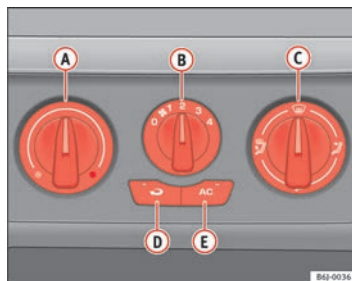

Abb. 89 In der Instrumententafel: Bedienelemente Klimaanlage
- Mit den Reglern $\Rightarrow$ Abb. 89 **A** und **C** und mit dem Schalter **B** stellen Sie die Temperatur, die Gebläsestufe und die Luftverteilung ein.